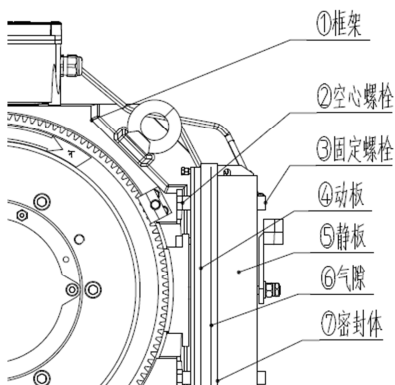
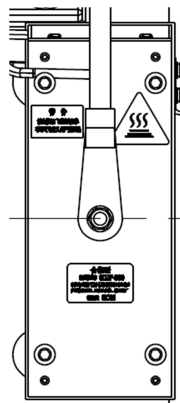

图 1 制动器各部件图
图 3 制动器外观 2
通过调整制动器间隙⑥(P1 图 1/P1 图 3)，从而调整制动器刹车片与转子的间隙。制动器动板④与静板⑤之间通过 4 个空心螺栓②连接，制动器通过 4 个紧固螺栓③安装并固定于框架①上(紧固螺栓穿过空心螺栓)。通过调节空心螺栓及紧固螺栓来调节制动器间隙⑥，制动器间隙由密封体⑦进行保护，制动器噪音由锁紧螺母⑧、调节螺栓⑨控制。但如(P2 图 3)所示外观制动器时不需对⑧、⑨进行调节，其他调节方式同(P1 图 1)所示制动器